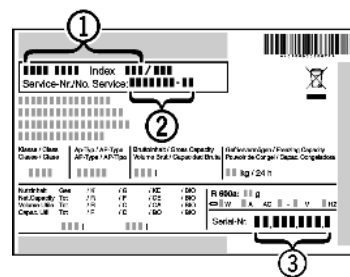

Fig. 8
- ▶ Обратитесь в сервисную службу и сообщите вид неисправности, наименование устройства Fig. 8 (1), сервисный № Fig. 8 (2) и серийный № Fig. 8 (3).